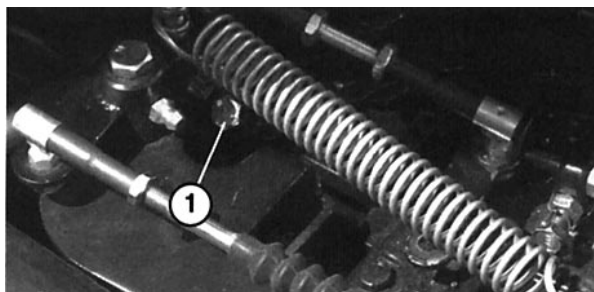

Fig. 13
3. Udluftningsskruen på brændstofindsprøjtningsskruen (Fig. 13) skal åbnes med en 10 mm nøgle.